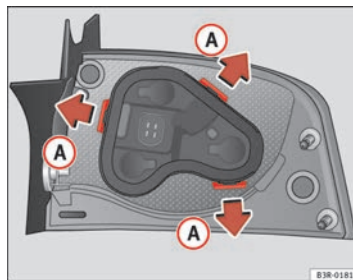

Abb. 212 Befestigungs-laschen Rückseite Heckleuchte
- Entriegeln Sie die Befestigungslaschen ⇒ Abb. 212 A.